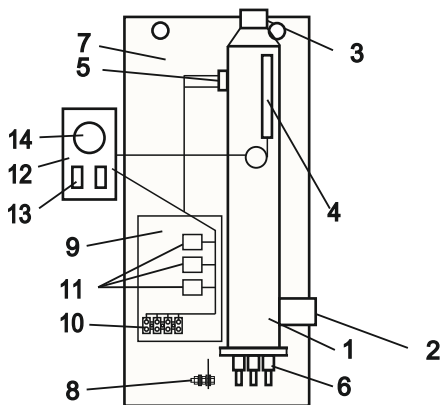

Рисунок 2 (кожух не показан):
4.3 Приборы Warmos Start в соответствии с рис. 2 состоят из